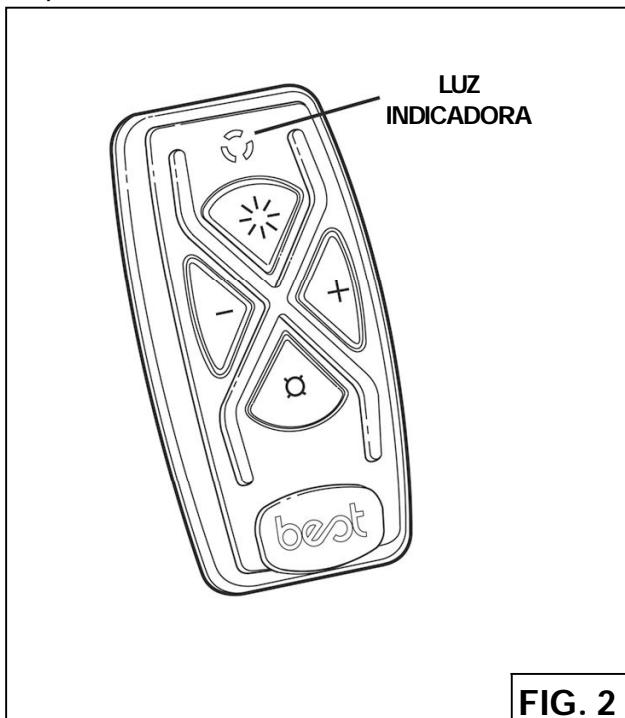

FIG. 2
2. Presione  en el control remoto por lo menos 3 segundos y suelte el botón. La luz indicadora se encenderá (Fig.2).
Remote Control Functions (Fig.2)